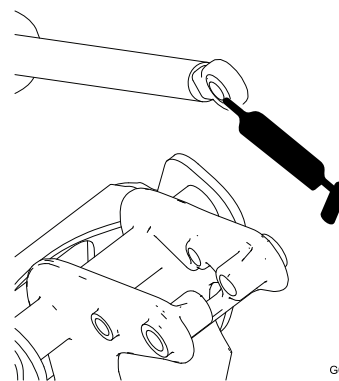

図 19
6. アクチュエータロッドのベアリング端部を動かしながらベアリング内部にグリスを注入する(図19)。